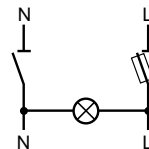

Fig. 3. Uni + neutre.
■ **uni + neutre** (fig. 3) : les voyants sont allumés en permanence et s'éteignent en cas de fusion ou d'absence de cartouche fusible.